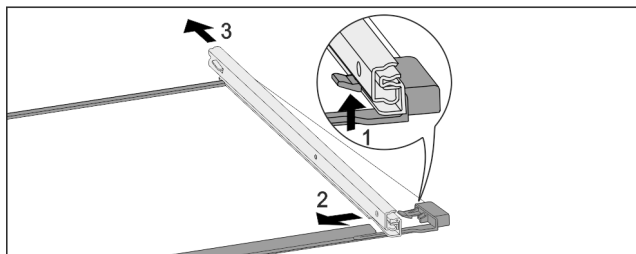

Fig. 82 Skleněná deska s kolejničkami
- ▶ Přední aretační háček zatlačte nahoru. Fig. 82 (1)
- ▶ Výsuvnou kolejničku vysuňte stranou Fig. 82 (2) a dozadu Fig. 82 (3).